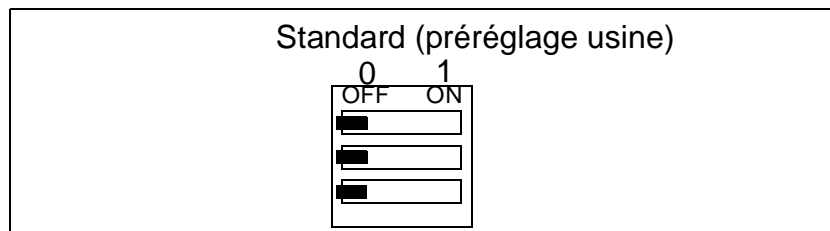

Figure 4-3 Positionnement du sélecteur S1 pour le mode standard.
- Standard (cf. Figure 4-3, Tableau 4-1 et Tableau 4-2)
- Standard 2 (cf. Figure 4-3, Tableau 4-3 et Tableau 4-4)